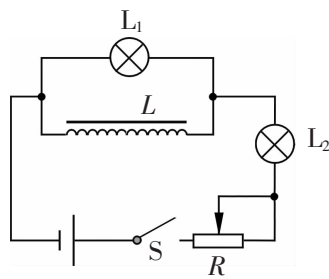

图 1-6-2
**实验 2:** 装置如图 1-6-2 所示.
实验装置如图 1-6-2 所示. 按照表 1-6-1 所列的要求进行实验, 并将观察到的现象填入表中.